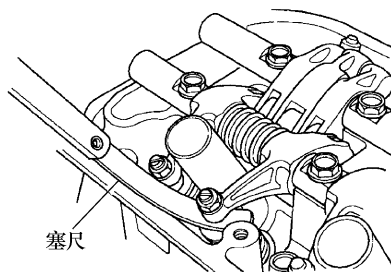

图 2-29 气门间隙测量
4) 将塞尺插入调节螺钉及气门挺杆端部之间, 前后滑动: 应该能感觉到存在轻微的阻力, 见图 2-29。